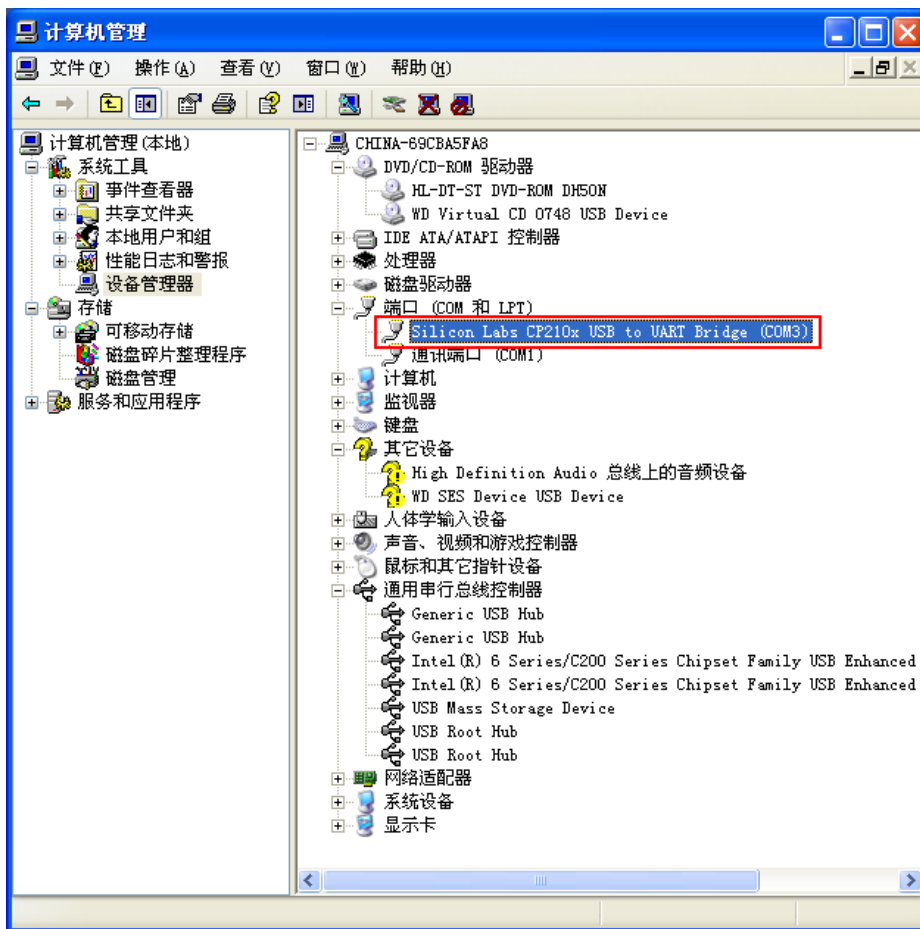

图 4-3 USB 转串口设备安装驱动后
- ◆ 串口方式：请参考图 4-3 方式连接模块至 PC 电脑。
请打开 USB 转串口设备驱动压缩包，安装完成驱动后，会重新识别为如图 4-3 设备。